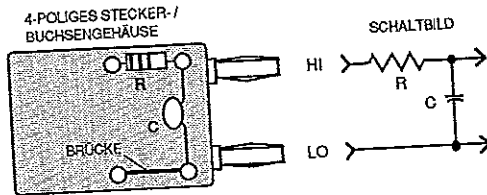

Bild 4-9 RC-Tiefpaßfilter
- obwohl der Komparator des Frequenzzählers eine Hysterese aufweist, kann es bei gestörten tieffrequenten Signalen notwendig sein, das Signal zu filtern. Ein einfaches RC-Filter mit einer Grenzfrequenz etwas höher als die zu erwartende Meßfrequenz kann einfach wie in Bild 4-9 aufgebaut werden.